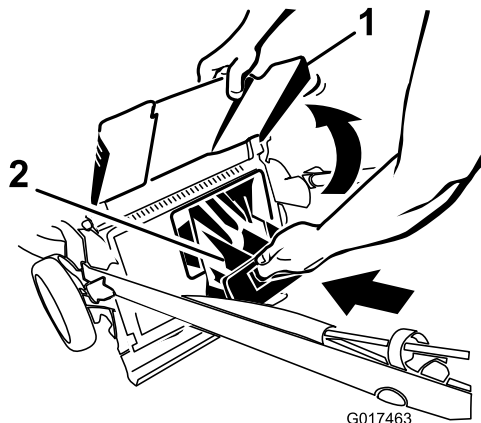
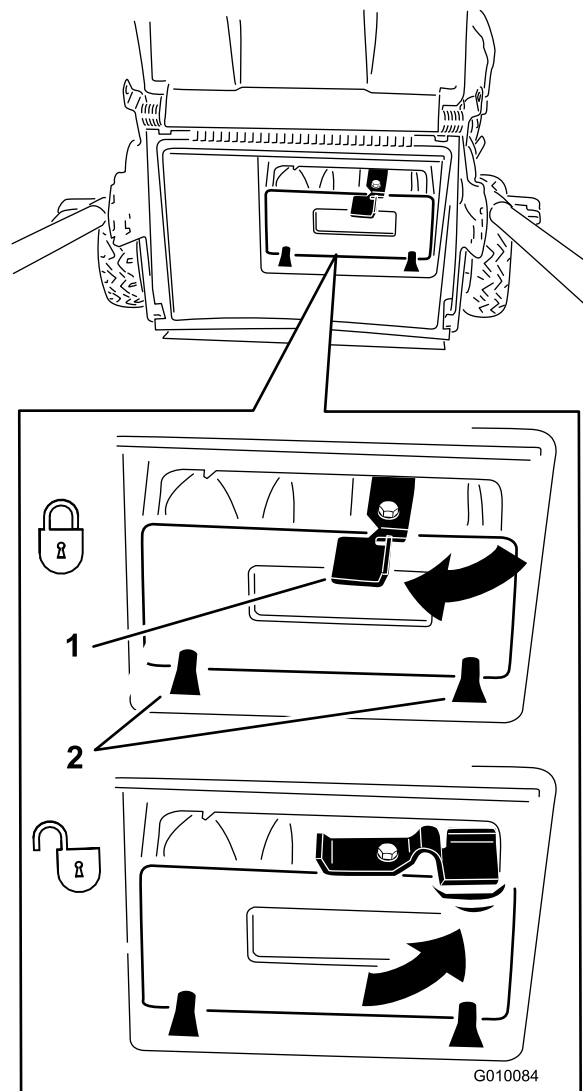

Figura 17
Figura 18
**Importante:** Asegúrese de que el tapón de descarga trasera está bloqueado en su sitio. Para bloquear el tapón: Levante el deflector de descarga (Figura 17), introduzca el tapón y presione firmemente hasta que encaje detrás de las pestañas, y gire la palanca del tapón a la izquierda (Figura 18).
**Nota:** Para desbloquear el tapón, gire la palanca del tapón a la derecha (Figura 18).